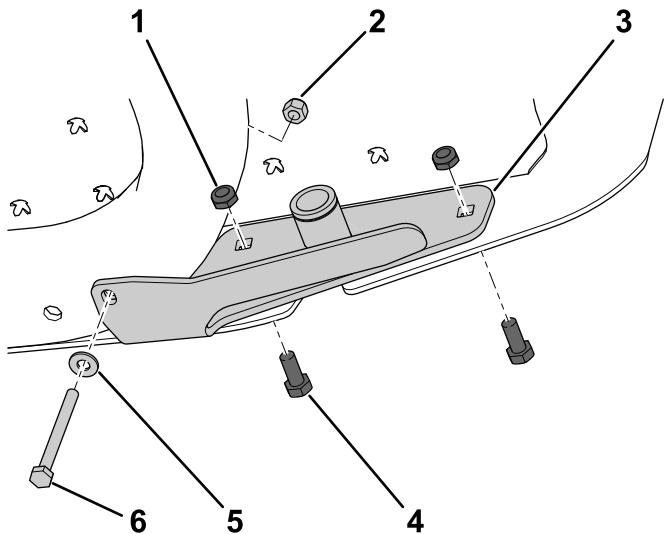

Figure 17
2. Fixez le bas du moyeu au cadre de la machine avec un boulon (¼" x 2¾"), une rondelle (¼") et un contre-écrou (¼") ; voir Figure 17.